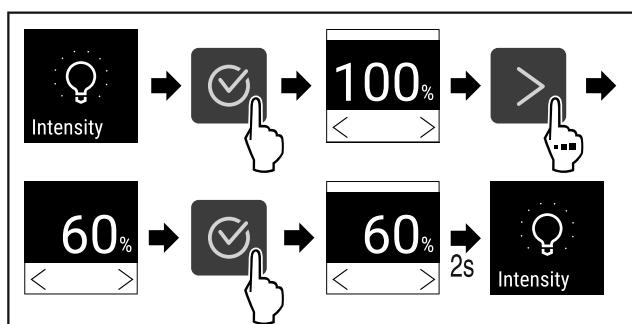

Fig. 72
► Kryeni hapat e veprimit (shihni Fig. 72).